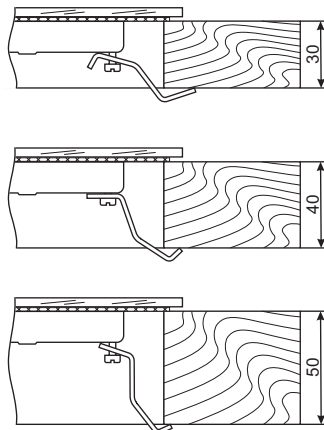

Рис. 8
4. Аккуратно вставить варочную панель в проем и в зависимости от толщины столешницы (рис. 8) закрепить панель при помощи 4-х кронштейнов.